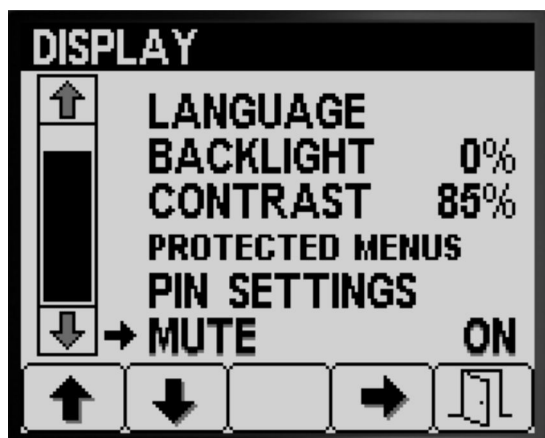

Рисунок 30
1. Нажмите кнопку 1 или 2, чтобы перейти к пункту MUTE (Выключение звука) (Рисунок 30).